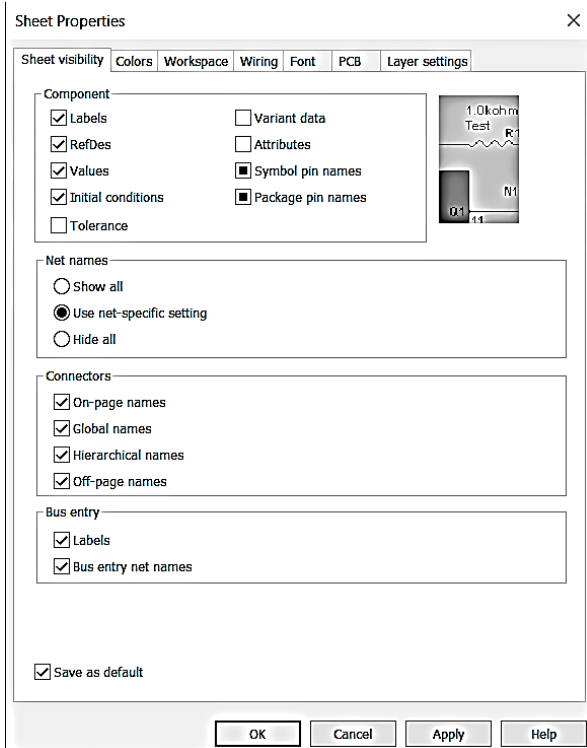

Рисунок 1 – Настройка
- В меню «Options» (Опции) выбрать пункт «Sheet Properties» (Свойства страницы). Верхняя панель окна показывает, какая информация должна отображаться около каждого компонента схемы (рис. 1).